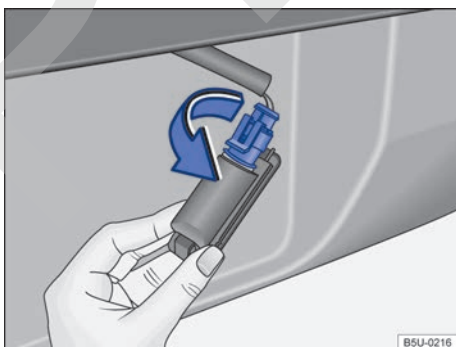

Fig. 155 Luz de la placa de licencia: retirar el portalámparas.
3. Girar el portalámpara en el sentido de la flecha → fig. 155, y desensajarlo del alojamiento. ▶
7. Presionar el portalámparas en el alojamiento y girar en el sentido contrario al de la flecha → **fig. 155**.